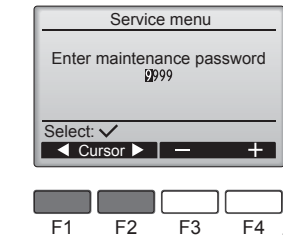

Fig. 7-2
① Ana menüden "Service" (Servis) ögesini seçin ve düğmesine basın.
② Servis menüsü seçildiğinde, bir pencere açılarak parola isteyecektir. (Fig. 7-2)